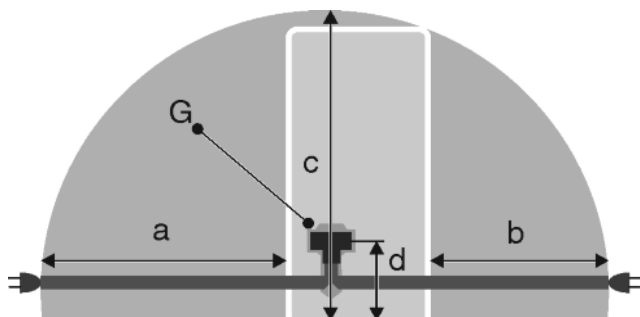

Fig. 21
- De contactdoos bevindt zich buiten het bereik van de achterzijde van het apparaat in het desbetreffende gedeelte *Fig. 21 (a, b, c)*.
► Breng de apparaatstekker *Fig. 21 (G)* aan de achterzijde van het apparaat aan. Let op het correct vastklikken.